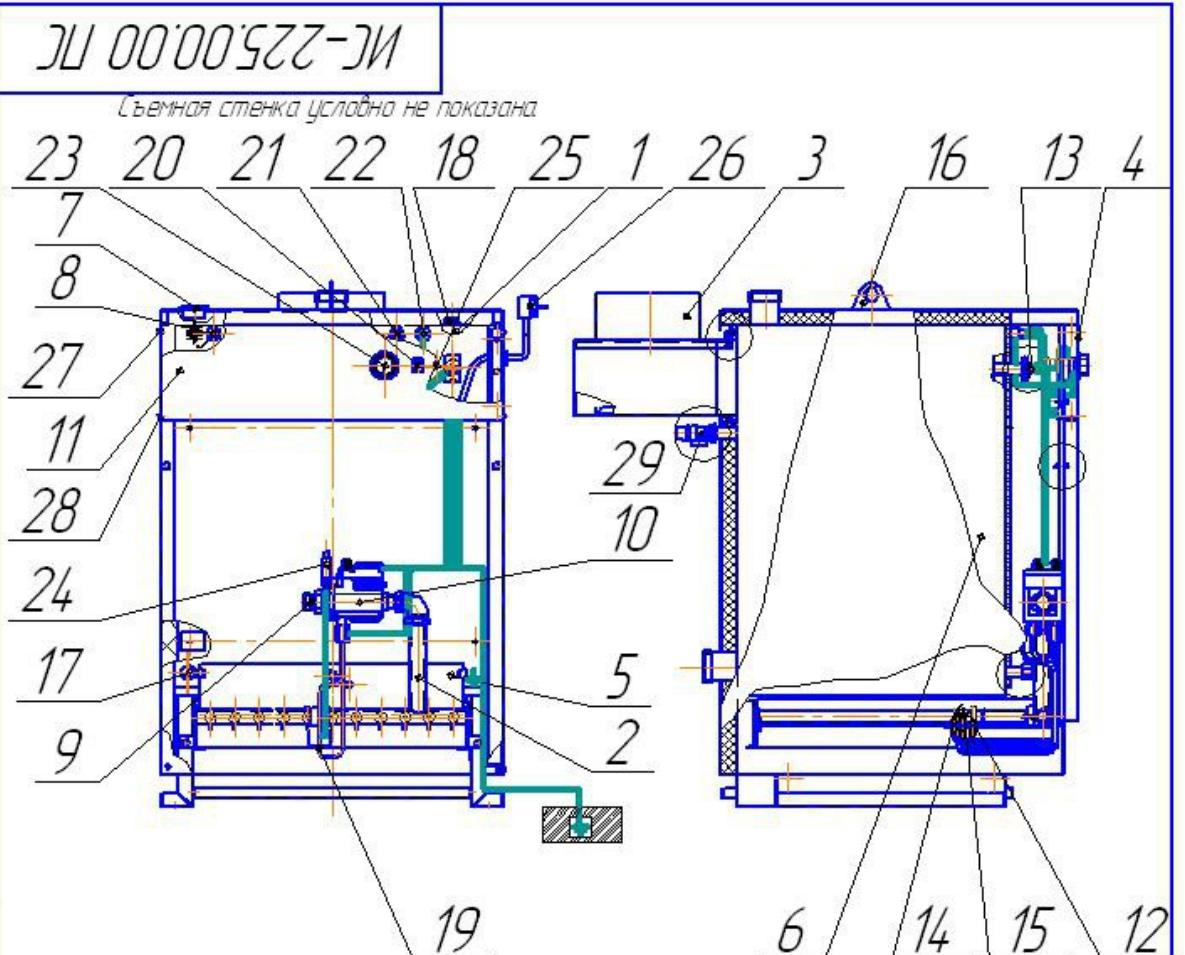

Рис.2 Конструкция котла
4.1 Котёл (рис. 2) состоит из следующих основных узлов и деталей: теплообменника
Приборная панель поз. 11 крепиться 4-мя винтами к кронштейнам, установленным на боковых стенках облицовки котла. Для доступа к элементам панели и датчиками поз. 8, 21, 22 достаточно отвернуть 2 верхних винта поз. 28 и повернуть (откинуть назад) приборную панель на осях-винтах поз. 29. При необходимости можно снять приборную панель, отвернуть оси-винты поз. 29. В контрольном отверстии дымоотводящего коллектора котла установлен датчик тяги поз. 13. При превышении избыточного давления воды в теплообменнике значения 4 кг/см срабатывает предохранительный клапан поз. 30 (рис. 2), сбрасывая воду в канализацию до уменьшения давления в теплообменнике.